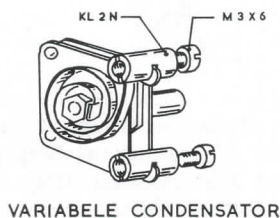

Fig. B6
3. Bevestig ook aan dit onderdeel **twee klemmen KL 2 N**. Zie fig. B6.